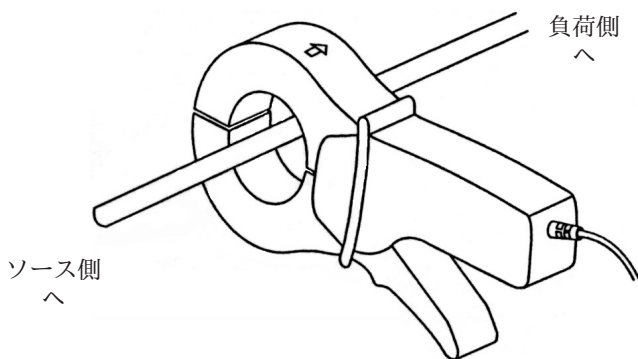

図 1: 被測定ケーブルへのクランプ例
- 2) 電流プローブのハンドルを握り開口部を開け、被測定ケーブルをクランプします。「ホット（真線）」または「ニュートラル」のどちらかのケーブルをクランプしてください。図 1 をご参照ください。